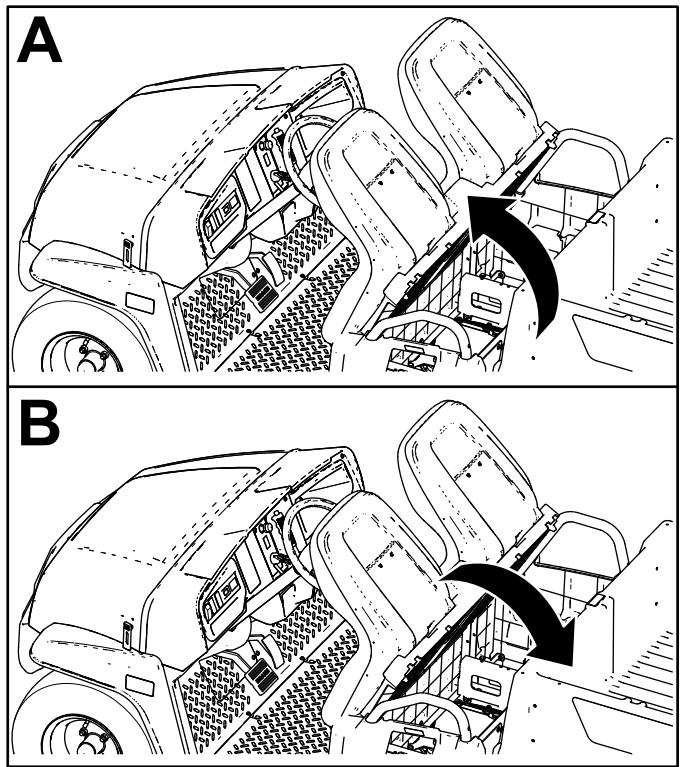

Figure 27
Pour relever l'ensemble sièges, basculez-le vers l'avant jusqu'à ce qu'il repose sur le volant (Figure 27).
Pour abaisser l'ensemble sièges, basculez-le vers l'arrière jusqu'à ce qu'il retrouve sa position initiale (Figure 27).
- Poussez l'ensemble sièges en avant, en position relevée (Figure 27).